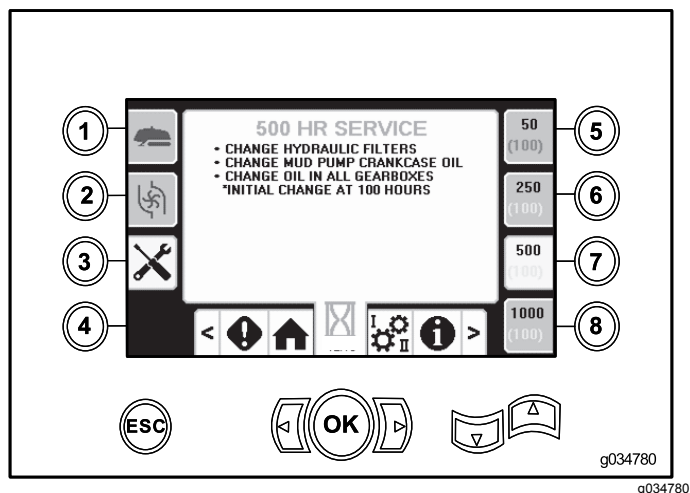

Figure 53
- Bouton 7 – à 500 heures (Figure 53)